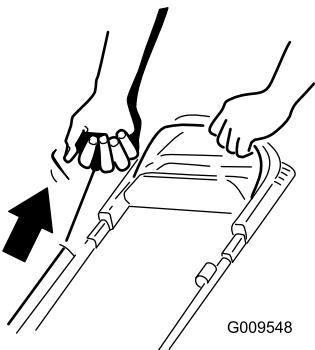

図 13
- 抵抗を感じるところまでスターターハンドル図13を引き上げ、そこから力強く引き、手を離してロープが自然に引き込まれるようにする。